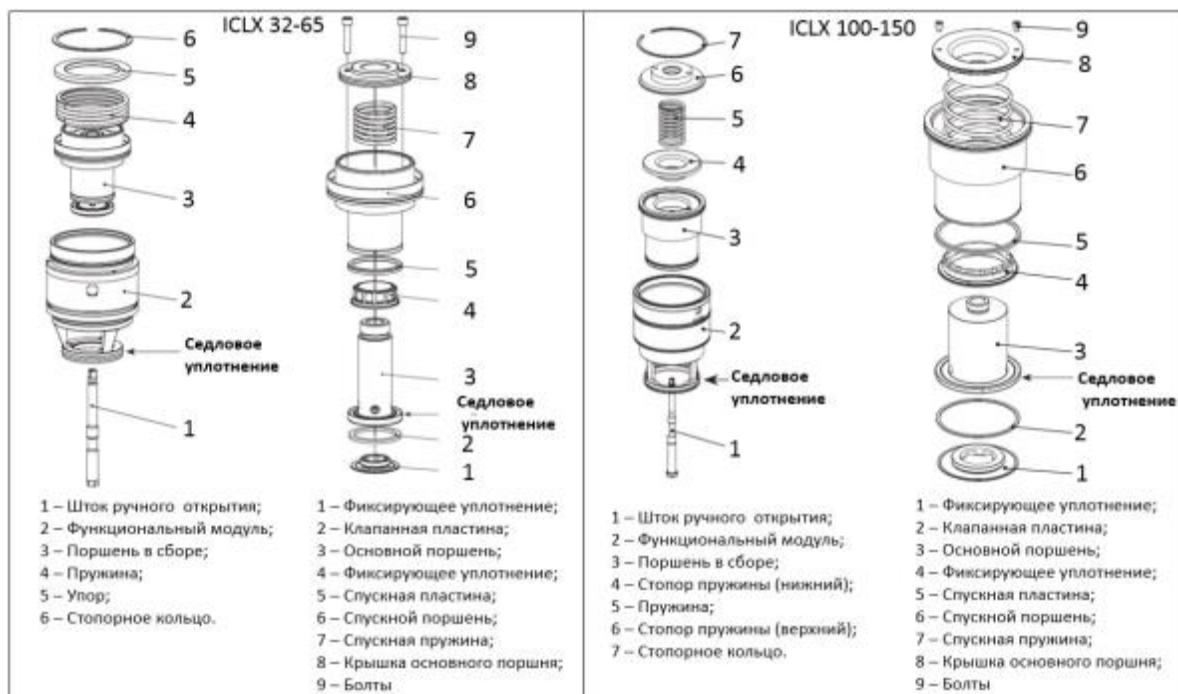
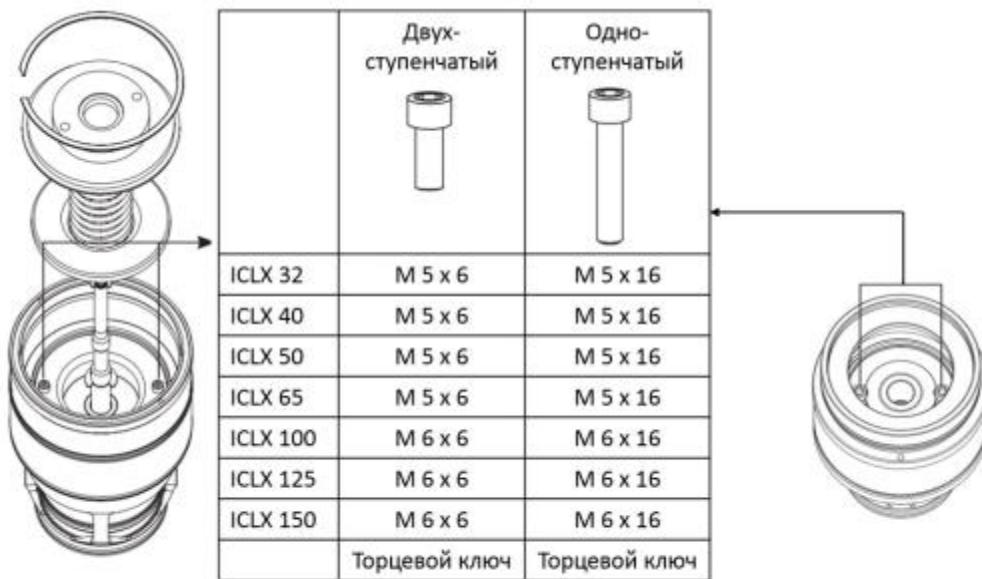

Рис. 4 Функциональный модуль клапана ICLX 32 - 150
Рис. 6 Изменение режима открытия ICLX 32 – 150
- Функциональный модуль и поршень в сборе могут быть разобраны в соответствии с рисунком 4. Будьте осторожны при снятии стопорного кольца (рис. 4, поз. 6), т.к оно будет подвергаться воздействию усилия сжатой пружины (рис. 4, поз. 4).
- Можно заменить две клапанные пластины из PTFE (рис. 4, поз. 2 и 5) согласно рисунку 5 и следующим указаниям:
- Для обеспечения стопора при отвинчивании фиксирующего уплотнения рекомендуется установить два закрепленных в тисках стальных шплинта (рис. 5a и 5d, поз. 2.), которые подходят для охватывающих шестигранных отверстий под болты с шестигранной головкой (рис. 4, поз. 9).
- Для клапанов ICLX 32 – 65. Заменить два болта (рис. 4, поз. 9), при этом функциональный модуль остается в корпусе клапана.
- Для клапанов ICLX 100 – 150. Снять стопорное кольцо, верхний стопор пружины, пружину и нижний стопор пружины (рис. 6). Заменить два болта (рис. 4, поз. 9), при этом функциональный модуль остается в корпусе клапана.
- Длина двух болтов соответствует желаемой характеристике клапана и должна задаваться в соответствии с таблицей (рис. 6).